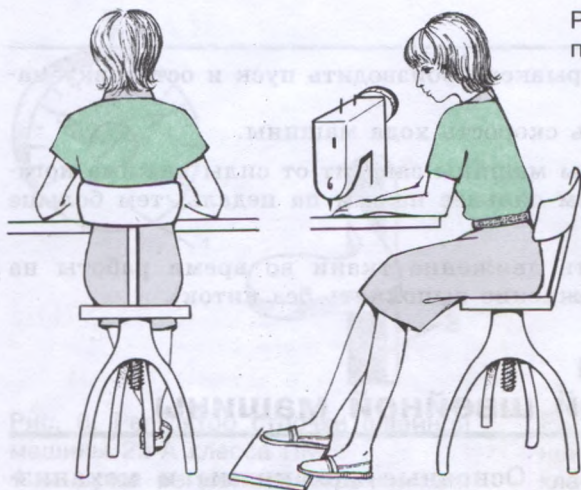

Рис. 2. Правильная рабочая поза при выполнении машинных работ
3. Сидеть на всей поверхности стула, слегка наклоняясь вперед, спина прямая (рис. 2).